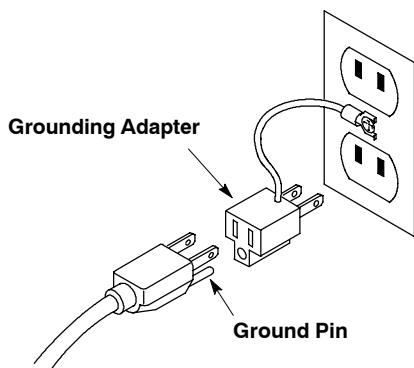

図 8
2. 付属のアースアダプターを使用して、電源コードを下図のとおりコンセントに差し込みます。（図8）